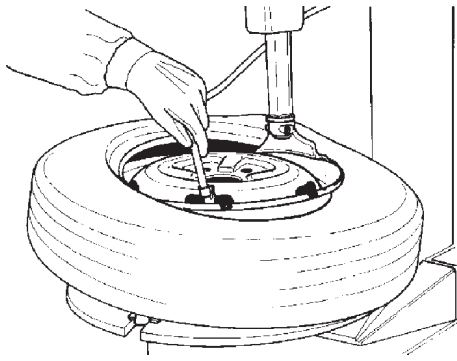

Fig. 5.1-3
D. Monter le premier talon comme décrit au chapitre 4.2.B. Mettre la chambre à air dans le pneu et accrocher la vanne avec la pince du tuyau de gonflage. (Fig. 5.1-3). Monter le deuxième talon comme le premier.